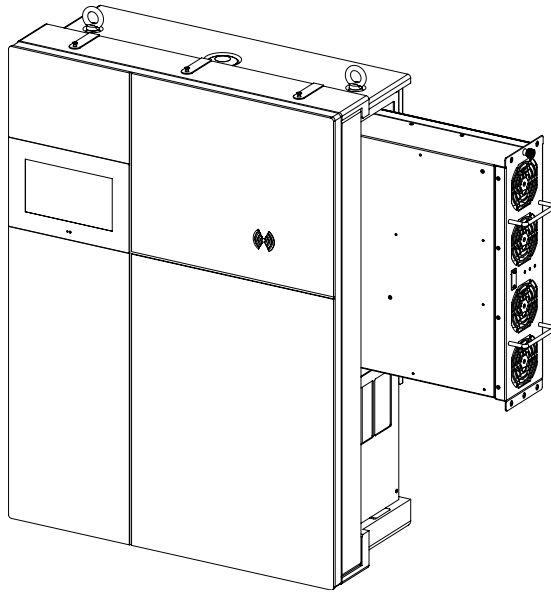

Bild 8: Herausziehen des Leistungsmoduls
- Schrauben Sie die mit fünf M5-Bolzen befestigte Leistungsmodulplatte ab und ziehen Sie das Leistungsmodul, das annähernd 25 kg wiegt, an den beiden Handgriffen aus dem Schaltschrank heraus. Siehe Bild 8 und 9.